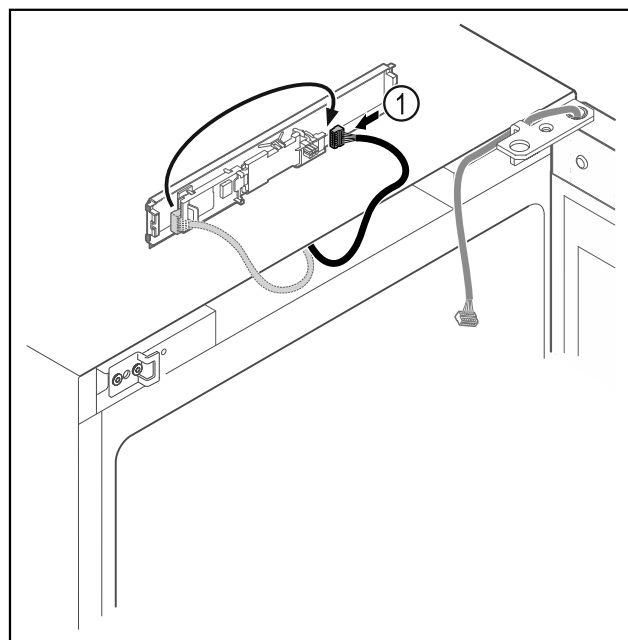

Fig. 11
- ▶ Ponovno spojite utikač Fig. 11 (1) na tiskanu pločicu.